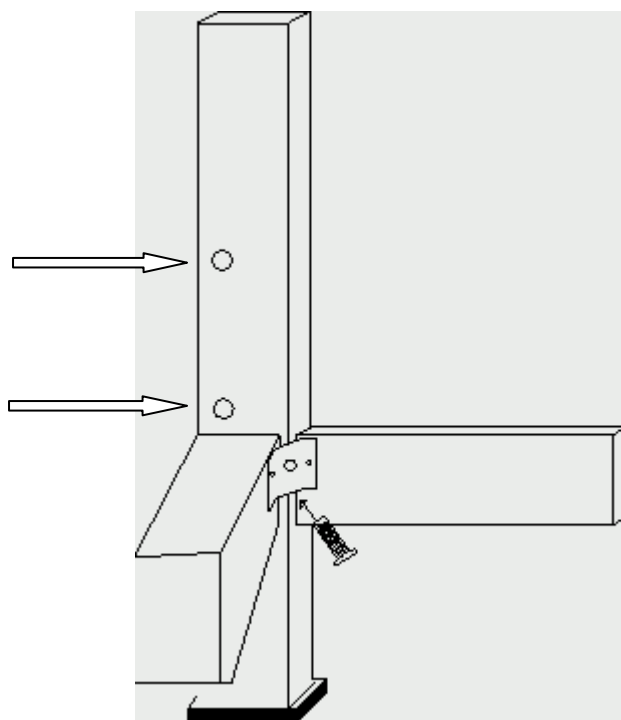

Рис. 2
2.3.3. После того как мы собрали боковые стенки, полученную конструкцию монтируем к ножкам при помощи болтов, как показано на Рис. 2. (**ВАЖНО!** Отверстия на ножках должны быть повернуты внутрь конструкции, как на рисунке!)